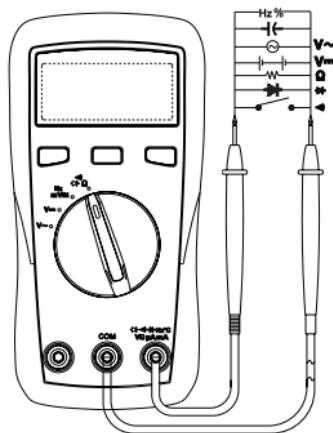

Fig. 2
1. Brancher le câble de mesure rouge au connecteur de mesure $Vm\mu A\Omega$ et le câble de mesure noir au connecteur de mesure COM. Se reporter à la Fig. 2
3. Brancher les deux pointes de touche à l'objet à mesurer. Lorsque la tension d'entrée (CC) est négative, un Moins s'affiche devant la valeur de mesure.
1. Branchez la fiche du câble de mesure noir dans le connecteur de mesure « COM » et la fiche du câble de mesure rouge au connecteur de mesure rouge « V/ Ω ». Se reporter à la Fig. 2
2. Appliquer les pointes de touche à l'objet de la mesure Fig. 2.